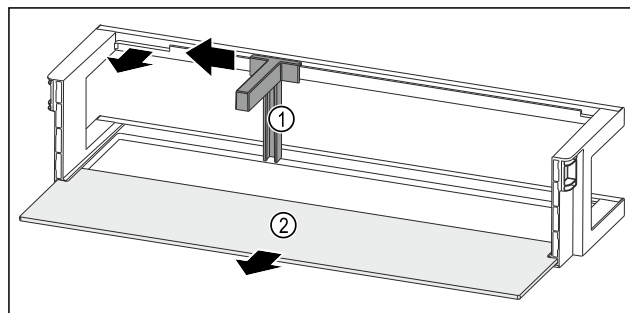

Fig. 51 Durvju plaukts ar pudeļu turētāju un plauktu
- ▶ Pabīdiet pudeļu turētāju Fig. 51 (1) līdz padziļinājumam uz sānu.
- ▶ Izņemiet pudeļu turētāju Fig. 51 (1).
- ▶ Izņemiet plauktu Fig. 51 (2).